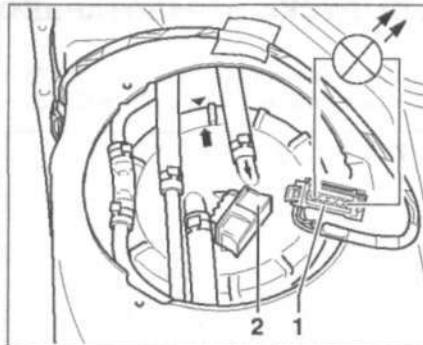

Рис. 3.256. Отсоедините 4-контактный разъем проводки 1 от фланца 2 топливного бака.
8. При снятой крышке отсоедините 4-контактный разъем проводки 1 от фланца 2 топливного бака (рис. 3.256).